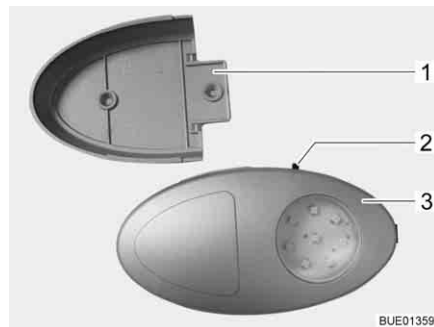

Fig. 47 Eclairage de la penderie
- ▷ Il est possible d'extraire l'éclairage de la penderie de son support vissé (Fig. 47,1) et de l'utiliser comme lampe de poche.
Le bouton Marche/Arrêt (Fig. 47,2) se trouve directement sur l'éclairage de la penderie (Fig. 47,3).